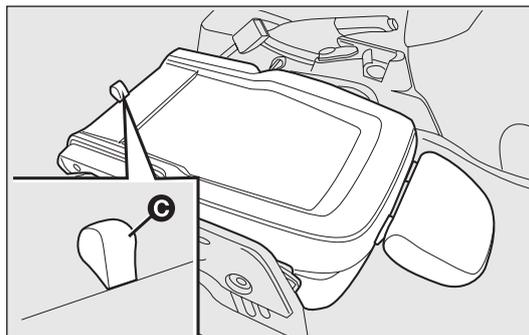

fig. 24
- tire de la lengüeta C-fig. 24 y vuelve a empujar el respaldo hacia abajo: de esta manera, el asiento está completamente abatido.